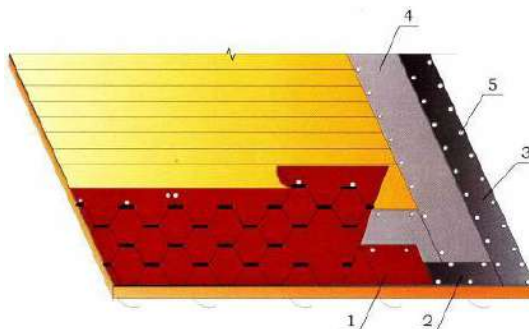

Рисунок 5.2. Схема укладки гибкой черепицы на карнизе при наличии карнизной черепицы
5.3.1 Поверх подкладочного слоя закрепляют металлические карнизные планки (капельники) с нахлестом 2 см. Прибивают их кровельными гвоздями с шагом 100 мм, а в местах нахлеста – с шагом 30 мм; затем на этом участке наклеивают карнизные черепицы (рисунок 5.2). Аналогично выполняется фронтонный участок кровли: